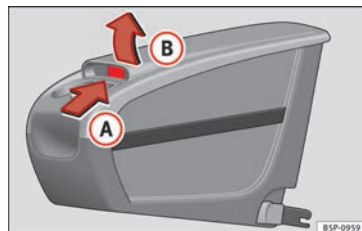

Fig. 91 Casseto portaoggetti estraibile. Apertura.
- Sollevare il coperchio **B** utilizzando il pulsante **A** » **fig. 91**.